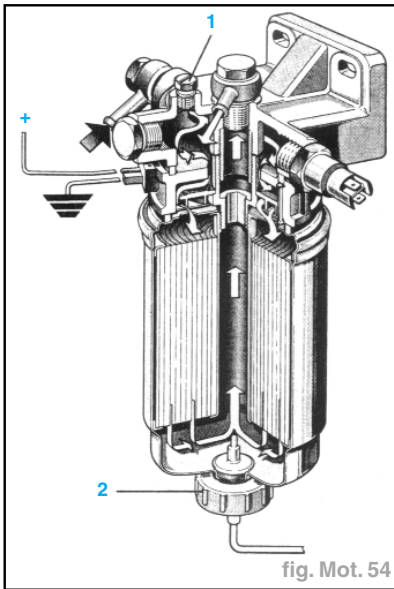

fig. Mot. 54
- Dans la partie inférieure de la cartouche a été vissé un module électronique qui commande le témoin de détection d'eau dans le carburant (2) : on le dévissera pour évacuer l'eau de condensation qui éventuellement s'y trouve et on le revissera lorsque le carburant qui s'écoule est pur (fig. Mot. 54).